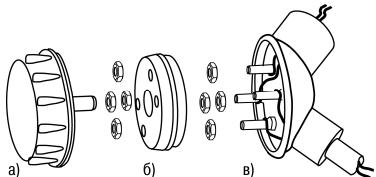

Рисунок 4 – Монтаж преобразователя в коммутационной головке первичного датчика
6.1 В соответствии со схемой, приведенной на рисунке 1, производится подключение соединительных кабелей источника питания и датчиков к четырём клеммным винтам, запрессованным в корпус коммутационной головки первичных датчиков (см. рисунок 4, в). Соединительные кабели закрепляются на винтах четырьмя гайками M4 с использованием нормальных шайб (по ГОСТ 11371-68).
6.2 В корпусе преобразователя расположены четыре сквозных отверстия диаметром 4,5 мм с запрессованными клеммными втулками. Этими отверстиями преобразователь надевается на клеммные винты корпуса коммутационной головки (см. рисунок 4). Подключение преобразователя к корпусу коммутационной головки следует выполнять по схемам, приведенным на рисунках 1 и 3.
6.4 После того, как преобразователь закреплен гайками на корпусе коммутационной головки, на корпусе преобразователя навинчивается крышка (см. рисунок 4, а).